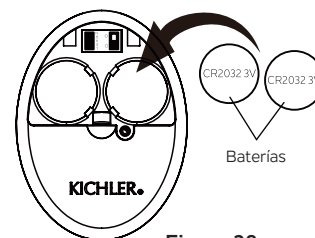

Figura 28
Paso 3. Para que el ventilador funcione, instale dos baterías CR2032 de 3 V (incluidas). (Figura 28)